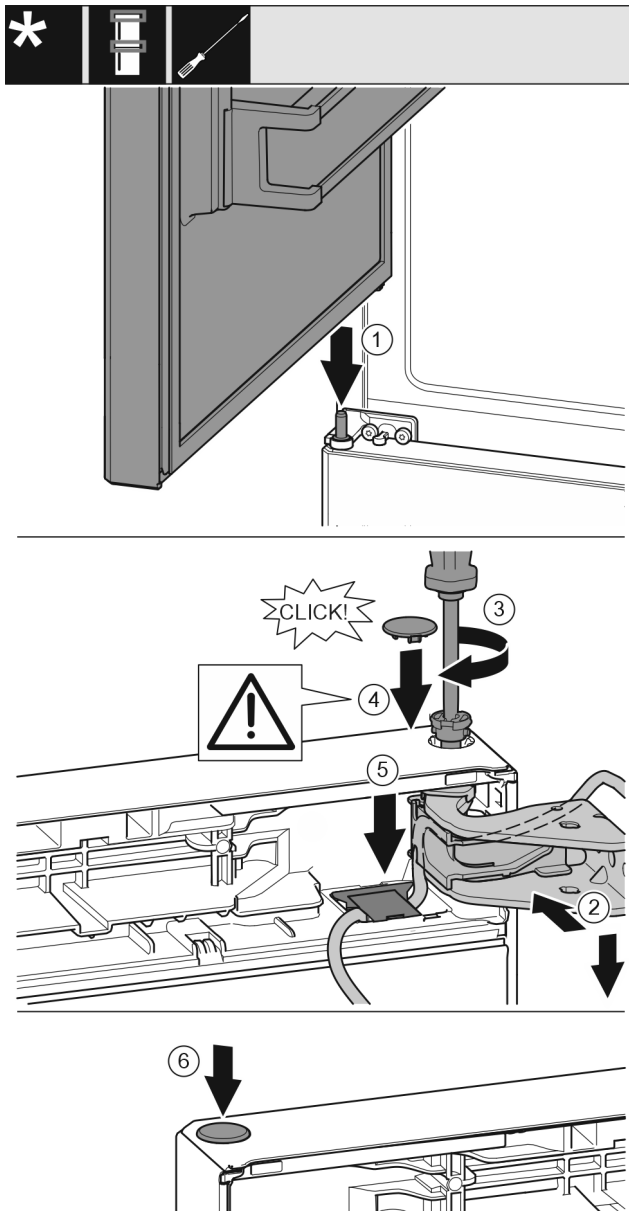

Fig. 30
- ▶ Встановлення верхніх дверцят на середній опорний палець Fig. 30 (1)
- ▶ Вирівняйте дверцят зверху по отвору в опорному кронштейні. Fig. 30 (2)
- ▶ Вставте палець та закрутіть за допомогою викрутки T15. Fig. 30 (3)
- ▶ Встановіть захисну кришку для захисту дверцят: вставте захисну кришку і проконтролюйте, щоб вона прилягала до дверцят. Якщо це не так, повністю вставте палець. Fig. 30 (4)
- ▶ Вставити кришку та натиснути донизу, поки вона не зафіксується. Fig. 30 (5)
- ▶ Вставте пробку. Fig. 30 (6)